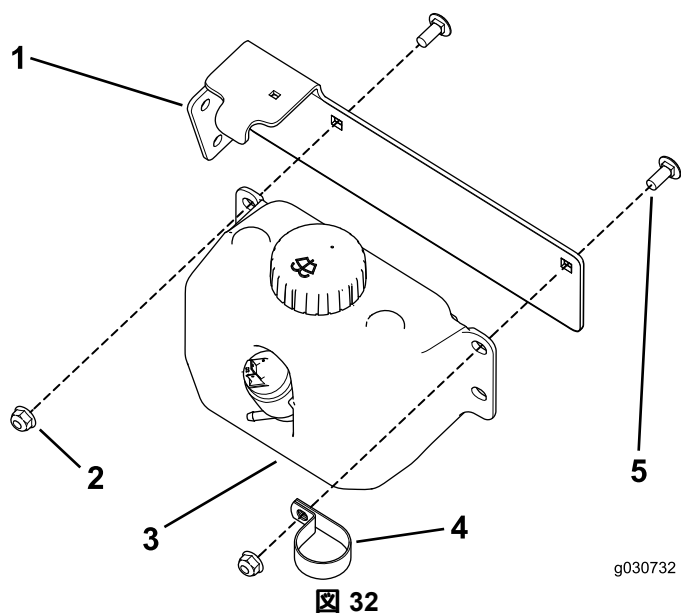

図 32
3. キャリッジボルト2本とロックナットを使って、ウォッシャー液ボトルとRクランプをタンクマウントに固定する 図 32。